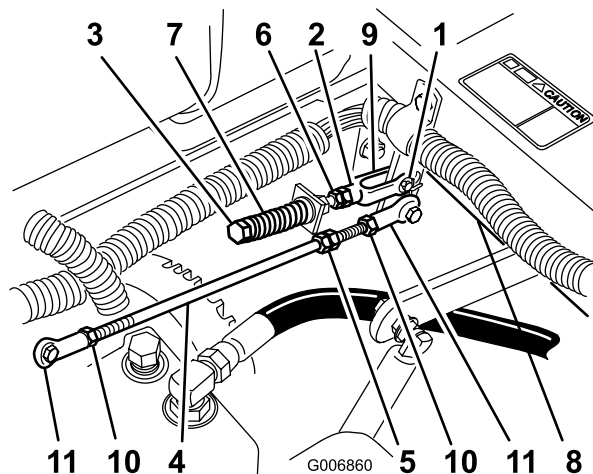

Figure 66
1. Desserrez les contre-écrous sur les rotules de la tige de commande de la pompe (Figure 66).
6. Serrez les contre-écrous contre les rotules (Figure 66).
3. Réglez la longueur de la tige de pompe en tournant les doubles écrous dans le sens voulu, jusqu'à ce que la roue soit immobilisée ou tourne légèrement en marche arrière (Figure 66).